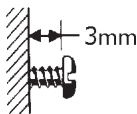

Figura 2
- Atornille el tornillo de 32mm suministrado a la pared, dejando 3mm (1/8") fuera de la pared (Figura 2).